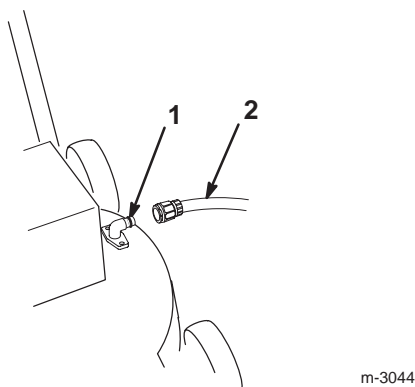

Bild 17
3. Bringen Sie die Kupplung am Spülanschluss des Rasenmähers an (Bild 17).